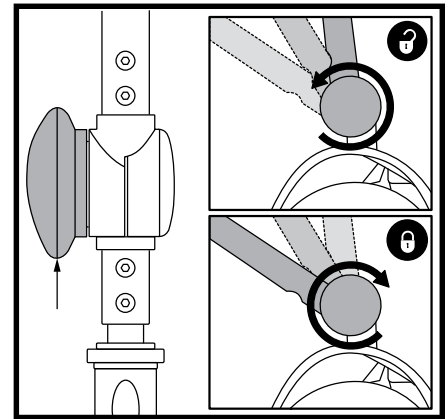

Abb. 24. Lenkersicherungshebel
EINSTELLUNG DES LENKERWINKELS (Siehe Abb. 24)
1. Entfernen Sie den Sitz und das Batteriepack (siehe „Vorgehensweise zur Zerlegung“ auf der vorherigen Seite), senken den Lenker ab und ziehen den Lenkersicherungshebel an. **Siehe Abb. 24.**